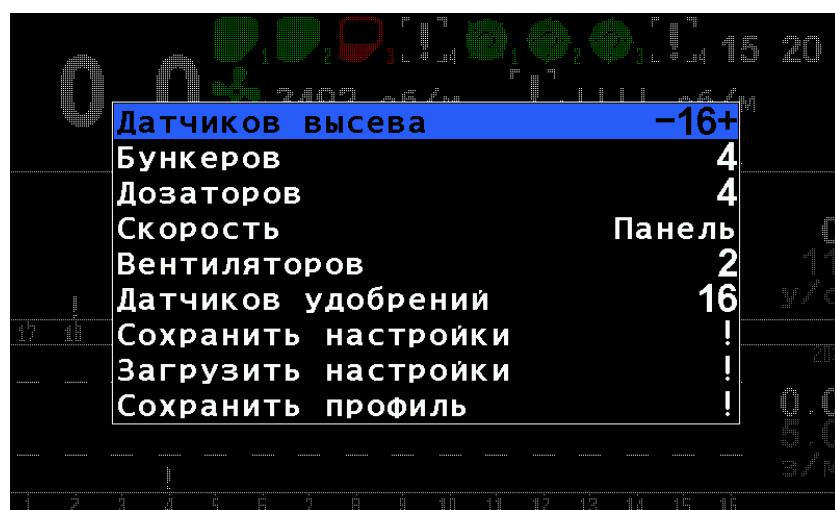

Рисунок 27 МЕНЮ "ПРОФИЛЬ"
- 4.9.1.  **Профиль** - вызывает вложенное меню, позволяющее настроить состав и количество датчиков системы контроля высева. Вложенное меню содержит следующие параметры, см. «Рисунок 27»: